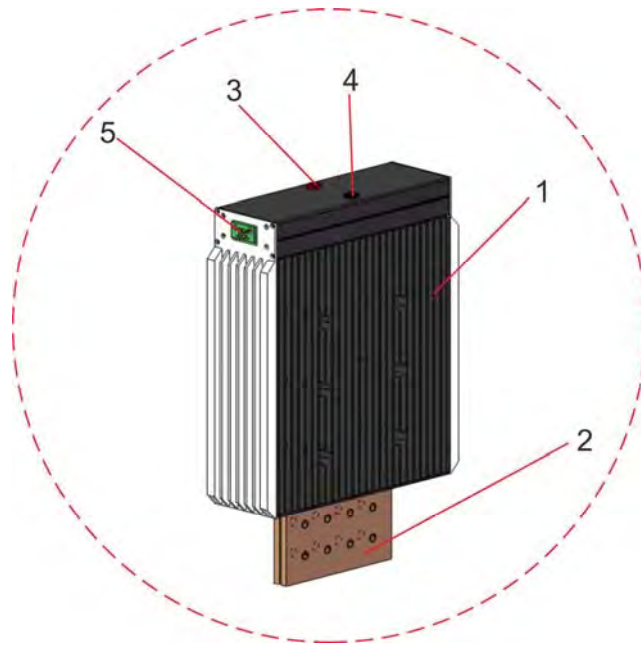

图 1
参见图 1，某型号低压传感器电位分布指示：传感器本体①（壳体为导电金属材料）与被测电流输入/输出端②、被测电压输入高端③，三者构成等电位体，④为测量参考电压输入端，⑤为 AC220 供电电源输入接口；**传感器外壳禁止接地**（以下简称“等电位体”）